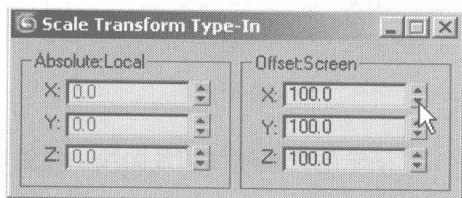

图 4.17
- 11** 在 Back 视图中分别框选各节点，再右键单击工具栏中的  按钮，在弹出的对话框中设置相对的缩放参数，如图 4.17 所示，将所有的正面与背面的节点对齐。